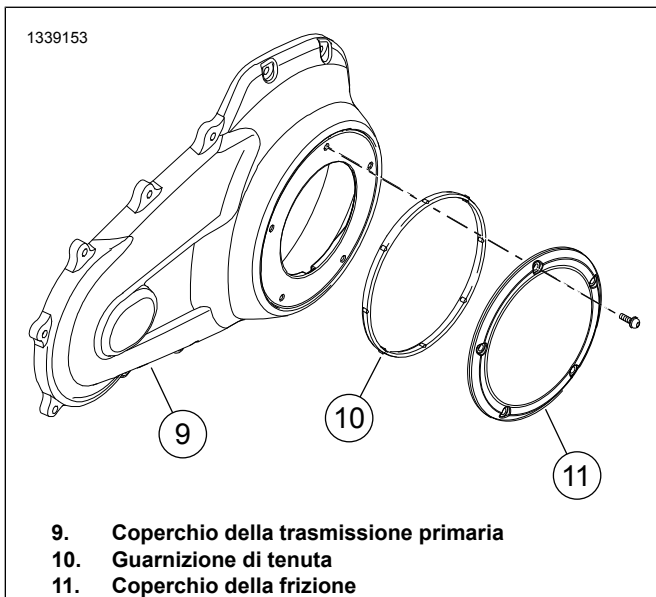

Figura 7. Guarnizione di tenuta del coperchio della frizione
- b. Vedere la figura 7. Installare la **nuova** guarnizione di tenuta (10) sul coperchio della frizione (11). Vedere il manuale di manutenzione.